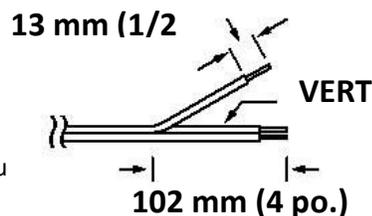

Figure 8. Diviser les fils à l'extrémité du câble du thermostat.
1. À partir de l'extrémité du **câble du thermostat**, diviser chaque fil segments de 4 pouces (102 mm). Dénuder les extrémités des conducteurs sur environ  $\frac{1}{2}$  pouce (13 mm). Voir la figure 8.